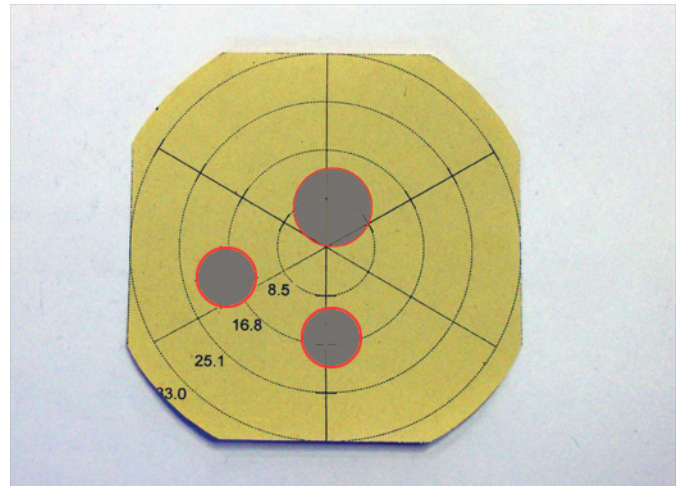

Figure 1
- **Aspect du jet OK** : les trois lobes sont répartis de manière homogène et approximativement de même taille. (figure 1)